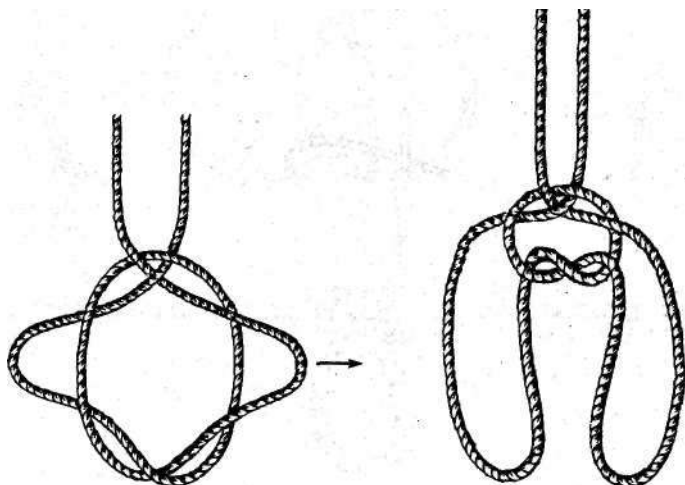

Рис. 96. Пьяный узел
**Способ завязывания узла:** формируем две одного направления петли. Сдвигаем их, чтобы первая петля немного накрыла вторую петлю, как показано на **рис. 96**. Пропускаем правую часть первой петли под правую часть второй петли. В то же время проводим левую часть второй петли над левой частью первой петли. После обтягивания узла образованные петли нагружаем строго вниз, следя за тем, чтобы концы, выходящие из узла, располагались рядом, иначе «стремя» может затянуться.